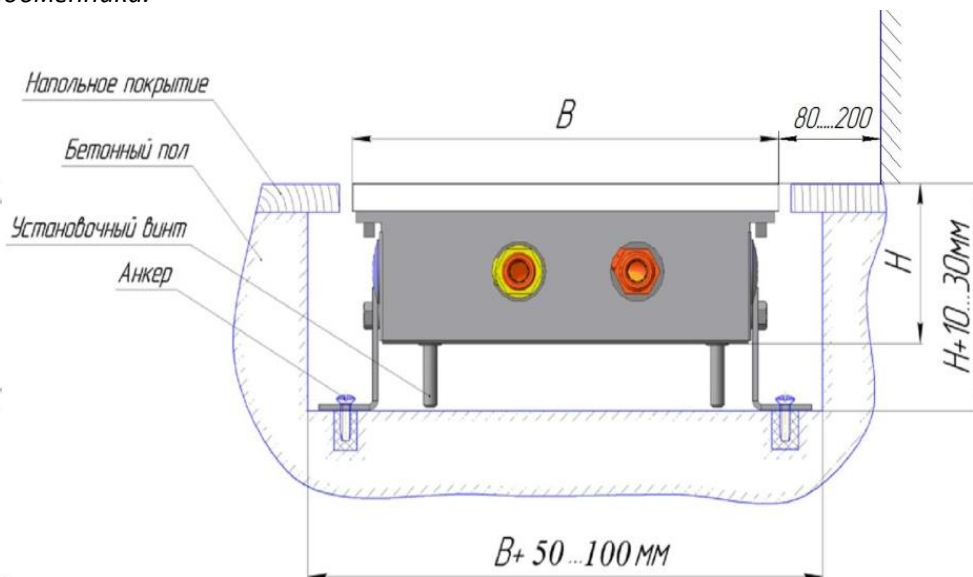

Рисунок 2. Установочные размеры.
7.6. Корпус конвектора должен быть установлен строго горизонтально в выполненной в полу нише, глубина и ширина которой зависит от высоты и ширины корпуса (см. рис. 2.). Высота ниши должна быть равна высоте корпуса конвектора плюс 10...30 мм; ширина ниши должна равняться ширине конвектора плюс 50...100мм; рекомендуемое расстояние от стены составляет 80...200 мм.